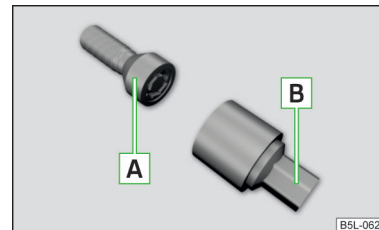

Abb. 329
Die Anti-Diebstahl-Radschrauben schützen die Räder vor einem Diebstahl. Diese lassen sich ausschließlich mit dem Aufsatzstück **B** » **Abb. 329 lösen/festziehen**.
- › Den Radschlüssel bis zum Anschlag auf die Radschraube stecken. Für die Anti-Diebstahl-Radschrauben das zugehörige Aufsatzstück verwenden » **Abb. 329** auf Seite 299.